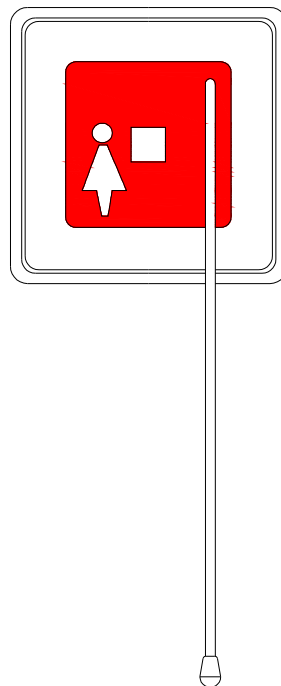

Рисунок 13- Кнопка вызова К-03Д
-кнопка экстренного вызова К-03Д (рисунок 13) снабжена матерчатым шнуром длиной 1м с наконечником. Электрические цепи кнопки имеют пылевлагостойкую конструкцию, соответствующую группе IP-54.